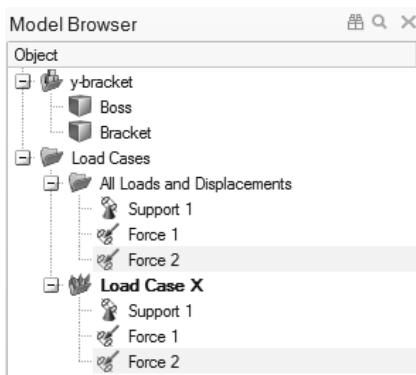

图 5-13
6) Force 2 同时出现在模型浏览器中的 All Loads and Displacements 文件夹和 Load Case X 文件夹中, 如图 5-13 所示。